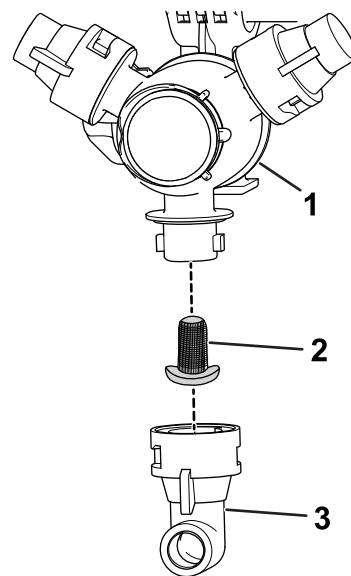

Bild 107
2. Nehmen Sie die Düse vom Sprühdrehkreuz ab (Bild 107).
3. Entfernen Sie den alten Düsenfilter (Bild 107).
4. Setzen Sie den neuen Düsenfilter ein (Bild 107).
5. Setzen Sie die Düse auf das Sprühdrehkreuz auf (Bild 107).